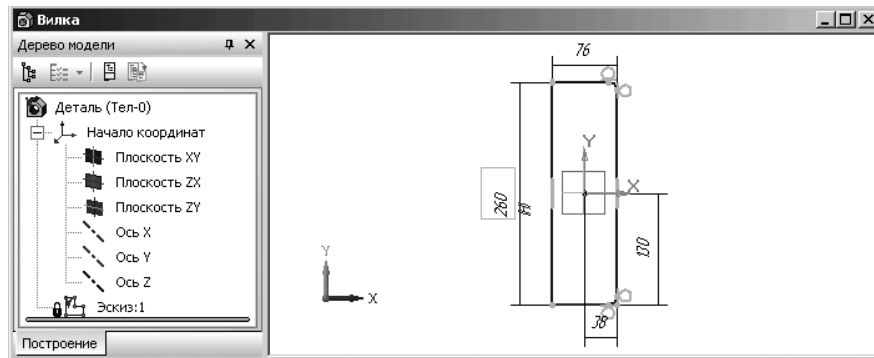

Рис. 3.36. Результаты скругления
- Результаты скругления показаны на рис. 3.36.